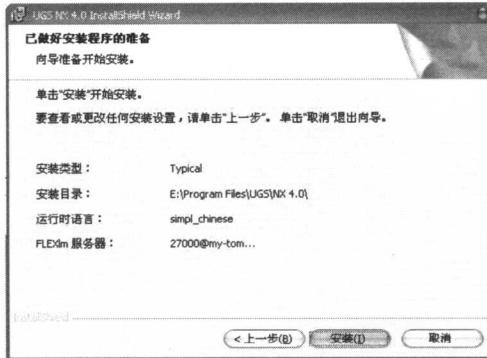

图 1-17 安装前确认
(16) 接着系统打开如图 1-17 所示的安装前确认对话框，其中显示了安装路径、选择的组件。如果满意完成以后单击【安装】按钮，否则单击【上一步】按钮进行修改。